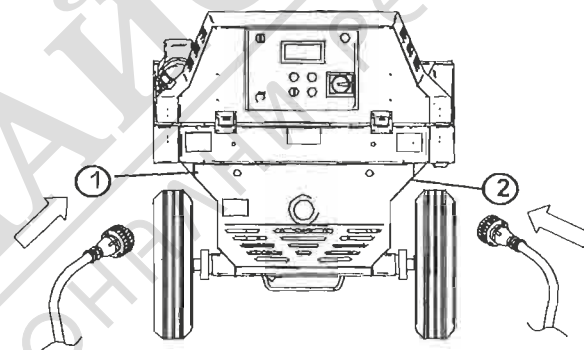

FIG 6
Funzionamento: dopo aver piazzato e collegato la macchina e prima di versare il materiale in tramoggia, posizionare l'interruttore nella posizione 1 (fig 6,7, rif1), il vibratore si avvia. Versare il materiale, al termine dell'operazione riportare l'interruttore nella posizione OFF, rimuovere i residui rimasti nel setaccio.
#### 10.1 ELECTRICAL CONNECTION (see fig.6)
Connect the plastering machine plug to the mains (fig. 6, ref. 1). The 2P+T single phase 3P+T 3-phase and socket for remote control 3P+T YELLOW must be mobile type IP67.
If the optional mixer is used, connect it to the plastering machine socket (fig. 6, ref. 2)